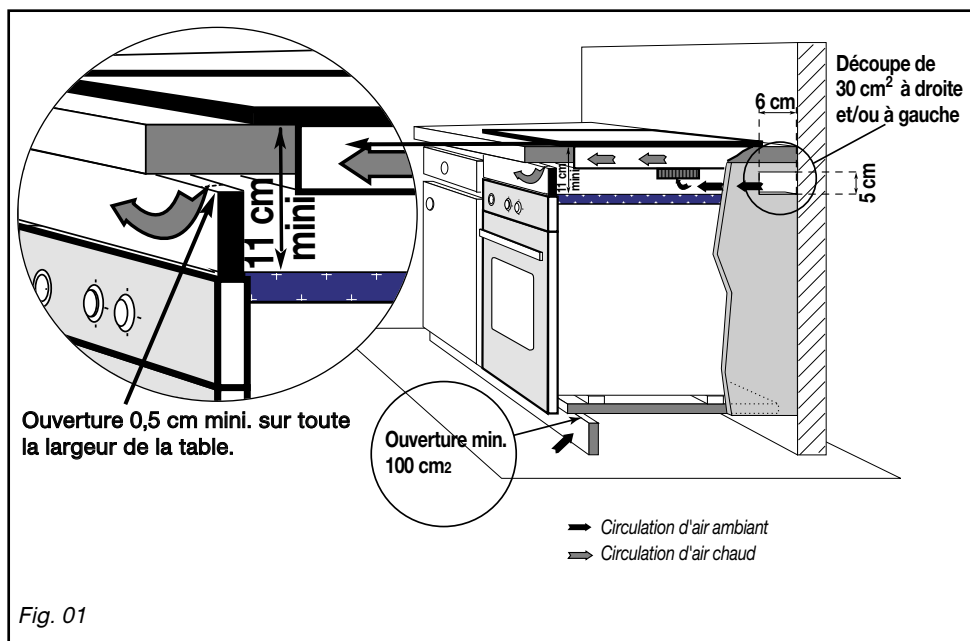

Fig. 01
– Vous pouvez immobiliser, si vous le désirez, la table au moyen de pattes de fixation livrées avec leur vis (Fig. 02) se fixant sur le carter aux emplacements repérés **A**, (Fig. 01), prévus à cet effet.
– Au-dessus d'un four (Fig. 01)
Nous suggérons à cet effet une découpe de 30 cm² à l'arrière d'un des côtés de la niche d'encastrement (*Fig. 01*)
– Branchez les fils sur l'installation en respectant les couleurs des fils (Fig. 01).